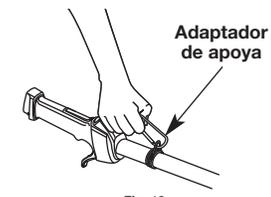

Fig. 19
3. Fije la presilla de los hombros a la unidad (Fig. 19).